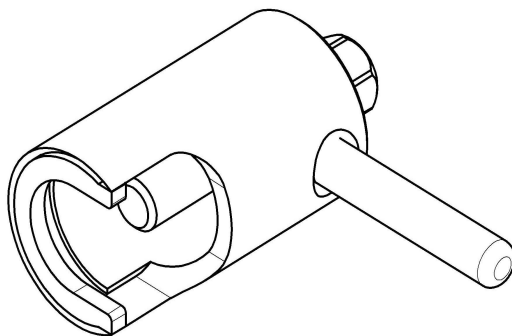

Рис. 25. Съемник крыльчатки.
- снять крыльчатку при помощи специального съемника (рис. 25);